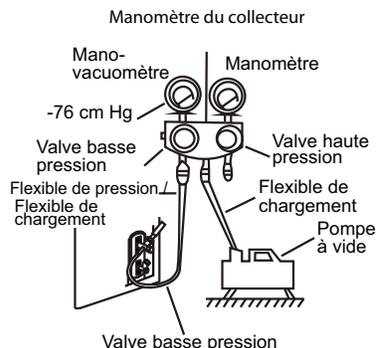

Fig.47 – Collecteur
3. Ouvrez complètement le côté basse pression du manomètre du collecteur (consultez la figure 47).